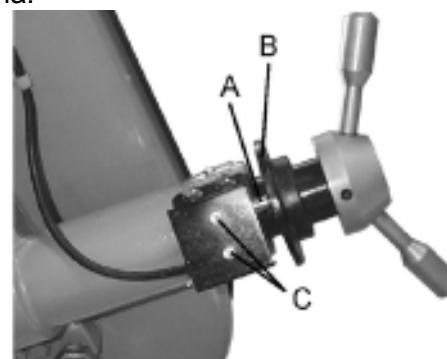

Рис. 19
2. Ослабьте два установочных болта (С, Рис. 19), чтобы ослабить концевой выключатель обрыва полотна.
3. Переместите концевой выключатель к площадке (В, Рис. 19) и убедитесь, что ролик концевого выключателя (А, Рис. 19) расположен близко к площадке.